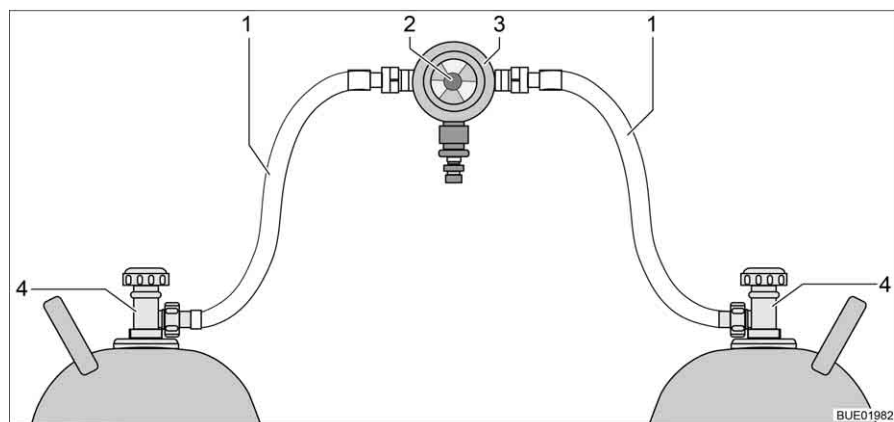
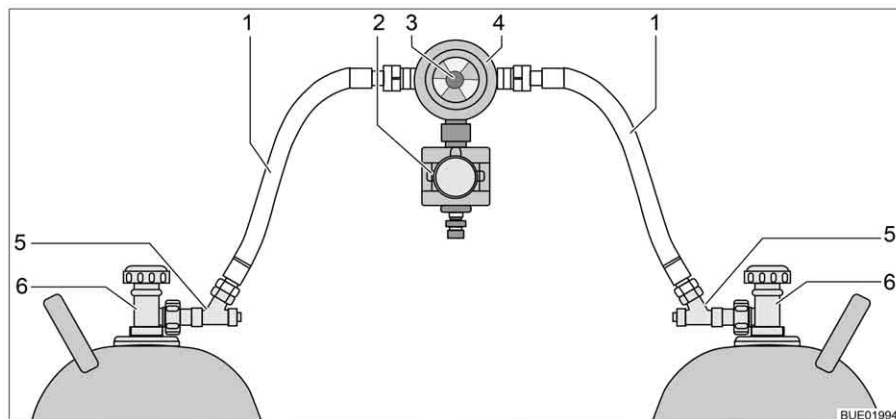

Fig. 112 Instalación de conmutación de bombonas de gas
Fig. 113 Instalación de conmutación de bombonas de gas con CPU
La instalación de conmutación de bombonas de gas consiste de un regulador de presión de gas combinado, con válvula selectora e indicador (Fig. 112,3). La instalación de conmutación de bombonas de gas está montada entre las dos gomas del gas (Fig. 112,1).
La instalación de conmutación de bombonas de gas consiste de un regulador de presión de gas combinado, con válvula selectora e indicador (Fig. 113,4) y una electroválvula (Fig. 113,2). En caso de una frenada a fondo, un accidente o una extrema posición inclinada, la electroválvula bloquea el suministro de gas al vehículo. La instalación de conmutación de bombonas de gas está montada entre las dos gomas del gas (Fig. 113,1) con dispositivos de seguridad en caso de rotura de manguera (Fig. 113,5).
Con el botón giratorio (Fig. 112,2 ó bien Fig. 113,3) en la instalación de conmutación de bombonas de gas se puede determinar cuál de las bombonas de gas se utilizará como bombona de servicio y cuál bombona de gas como bombona de reserva.
En la unidad de mando (Fig. 114) únicamente pueden conmutarse las funciones eléctricas. Las llaves de paso principales de las bombonas de gas (Fig. 112,4 ó bien Fig. 113,6) deben abrirse y cerrarse a mano.
- Abrir las llaves de paso principales en las bombonas de gas (Fig. 112,4 ó bien Fig. 113,6).
- Pulsar los dispositivos de seguridad en caso de rotura de manguera (Fig. 113,5), uno tras otro, por 10 segundos.
- Con el botón giratorio (Fig. 112,2 ó bien Fig. 113,3) en la instalación de conmutación, seleccionar la bombona de gas de la que habrá de tomarse el gas con prioridad (bombona de servicio). Girar el botón giratorio siempre hasta el tope.
- Cerrar las llaves de paso principales en las bombonas de gas (Fig. 112,4 ó Fig. 113,6).